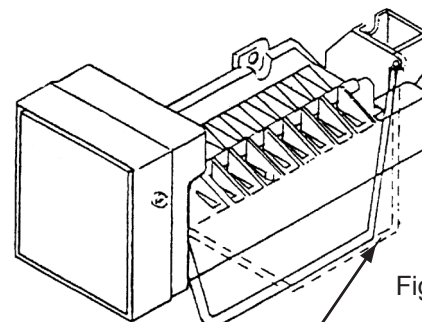

Figure 10
- La tige du bras de coupure doit être abaissée en position la plus basse pour que la production de glaçons soit possible. (Voyez la Figure 10).
- Vous pouvez aussi arrêter manuellement la machine en relevant le bras de coupure en position de verrouillage tout en haut. (Voyez la Figure 10).